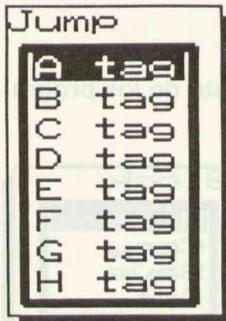

Figura 7.42
**Comando JUMP.** Este comando (figura 7.42), nos permite saltar a las posiciones memorizadas con **Tag**.